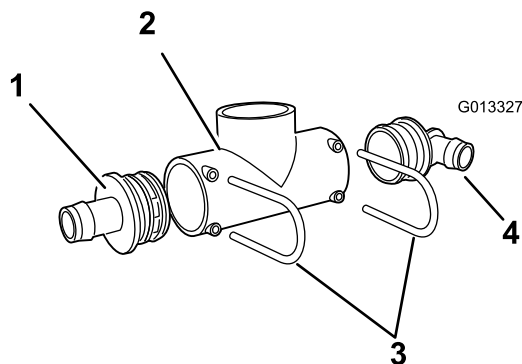
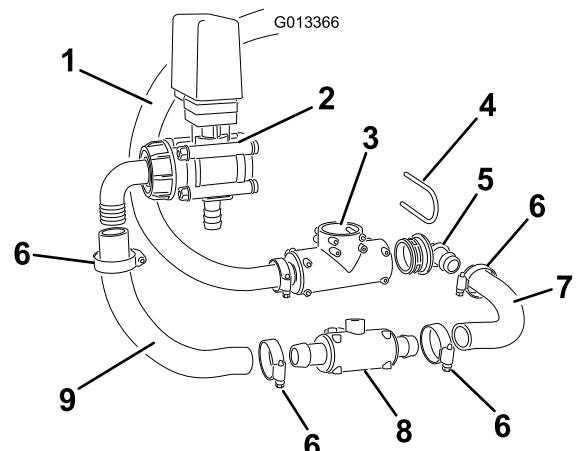

Bild 16
Bild 20
3. Setzen Sie ein gerades, gezahntes Anschlussstück (S67) in die obere linke Seite des T-Stücks ein (Bild 16). Befestigen Sie sie mit der vorher entfernten Befestigung.
12. Verwenden Sie das zweite Stück des kurzen Schlauchs (auf 28 cm gekürzt) und schmieren Sie das Anschlussstück und den Schlauch mit Flüssigseife ein (Bild 20). Schieben Sie es ganz auf das Umwälzungsventil. Befestigen Sie ihn mit einer Schlauchklemme.
13. Schieben Sie eine Schlauchklemme auf beide Seiten des eingesetzten kurzen Schlauchs. Verbinden Sie die zwei Schläuche mit dem T-Anschlussstück; schieben Sie jedes Schlauchende auf die gezahnten S53-Anschlussstücke (Bild 20). Befestigen Sie sie mit Schlauchklemmen.
11. Setzen Sie ein 90-Grad-Anschlussstück (S67) in die rechte Seite des S67-T-Stücks ein (früher die Auslegerzufuhrleitung) (Bild 20 oder Bild 16). Verwenden Sie das erste Stück des kurzen Schlauchs (auf 28 cm gekürzt) und schmieren Sie das Anschlussstück und den Schlauch mit Flüssigseife ein. Schieben Sie den Schlauch ganz auf das Anschlussstück. Schieben Sie die Schlauchklemme über die Zahnung und befestigen Sie den Schlauch.